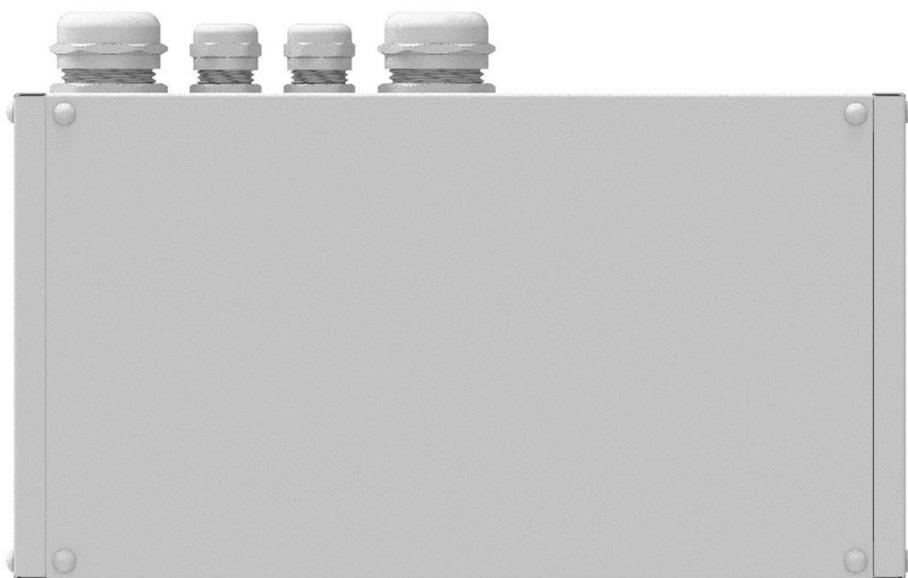
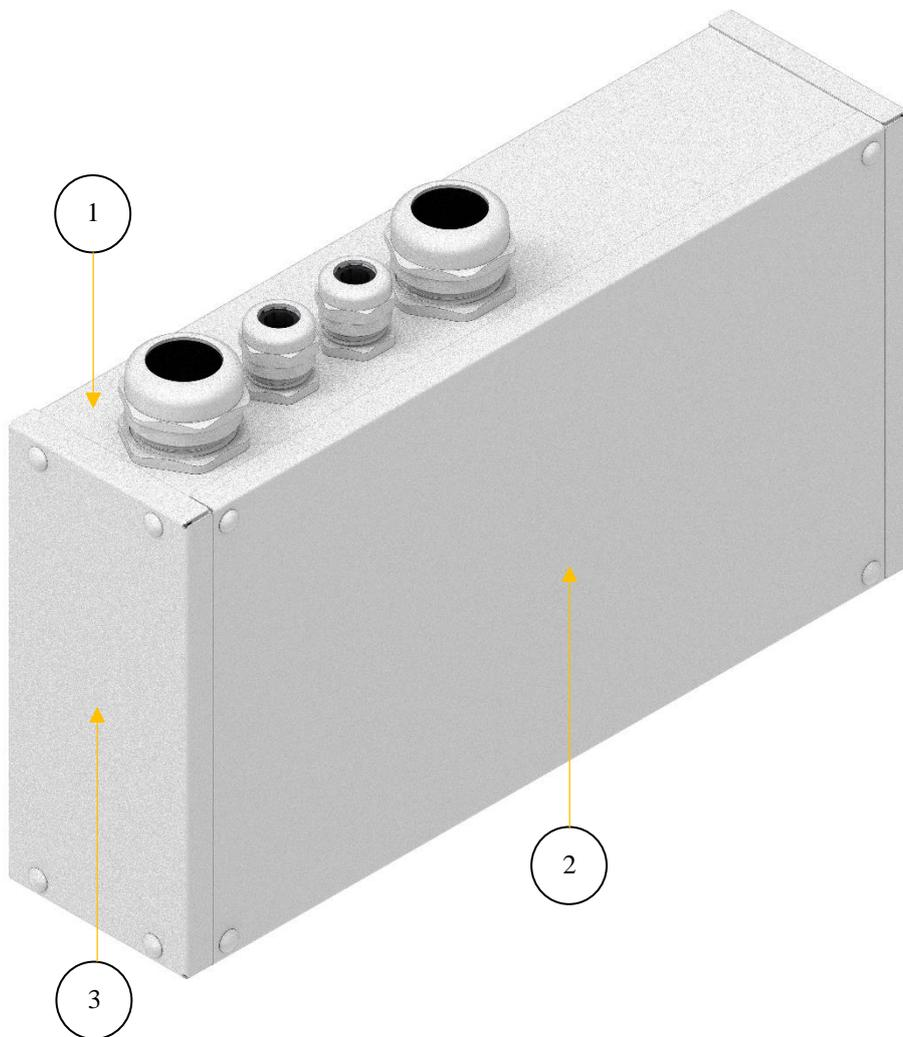

Рис. 1.: “Блок мощности”. С крышками. Вид спереди.
Рис. 2.: “Блок мощности”. С крышками. Изометрия.
1.1. Корпуса с крышками - двухсекционного короба, выполненного в форме прямоугольного параллелепипеда из нержавеющей стали с крышками. (Рис.1.: “Блок мощности”. С крышками. Вид спереди., Рис. 2.: “Блок мощности”. С крышками. Изометрия)